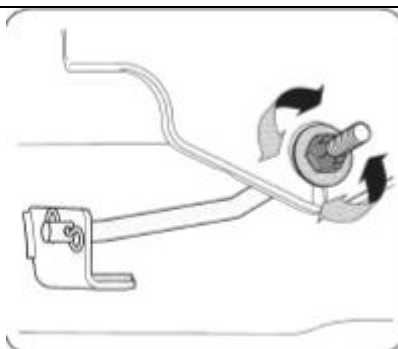

Рис. 14
3. Найдите фланцевую стопорную гайку на передней стороне кронштейна стабилизатора см. Рис.14